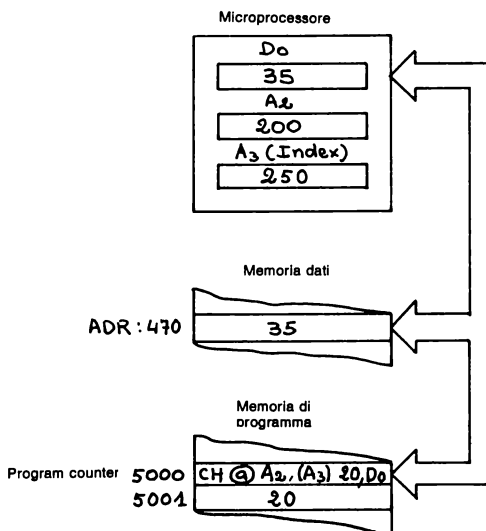

Figura 5 - Indirizzamento indiretto indicizzato con spiazzamento.
Questo modo di indirizzamento è un caso particolare del precedente. L'indirizzo (470) dell'operando (35) è la somma del contenuto del registro di indirizzo A₂, del registro indice A₃ e dello spiazzamento indicato nell'istruzione (figura 5). Per